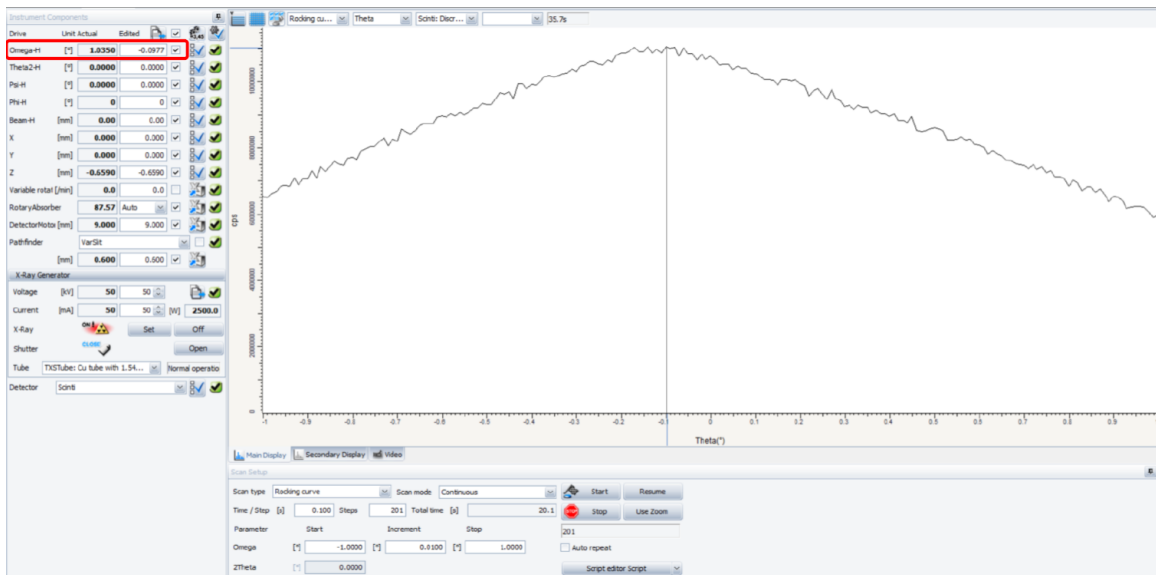

图6-10 Rocking curve扫描
6.8.3.1 扫描参数: Scan type: Rocking curve, Scan range: $-1.0 \sim 1.0^\circ$, Increment: 0.01 or 0.005 $^\circ$ /step, Time/Step: 0.1 s/step, 在Rocking curve上的峰顶处双击来自动读取Omega角度值到左列Omega-H框中 (图6-10)。